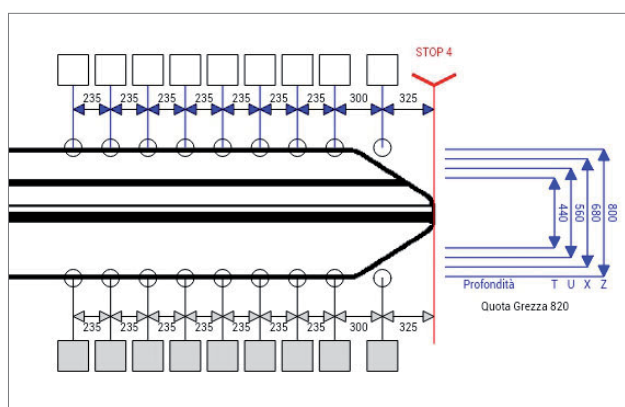

Fig. 1
- profundidades relativas “al eje de la llave” (Fig. 1).